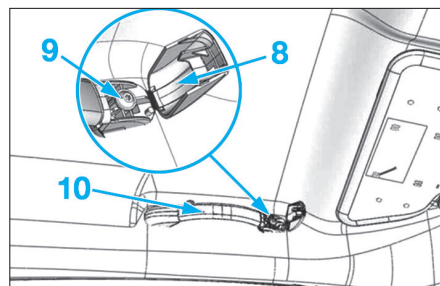

Fig. 97
- De chaque côté, décliper le cache (8) puis la vis (9) de la poignée (10) (Fig.97).